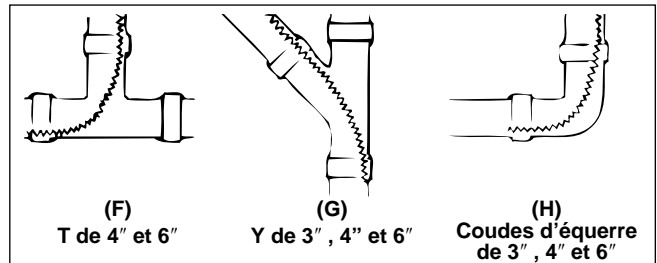

Figure 2 – Application des câbles standards
**Câble standard** – Un câble standard de 1 1/4" peut servir au curage des canalisations rectilignes de 3" à 6" de diamètre et de leurs raccords. (Figure 2)